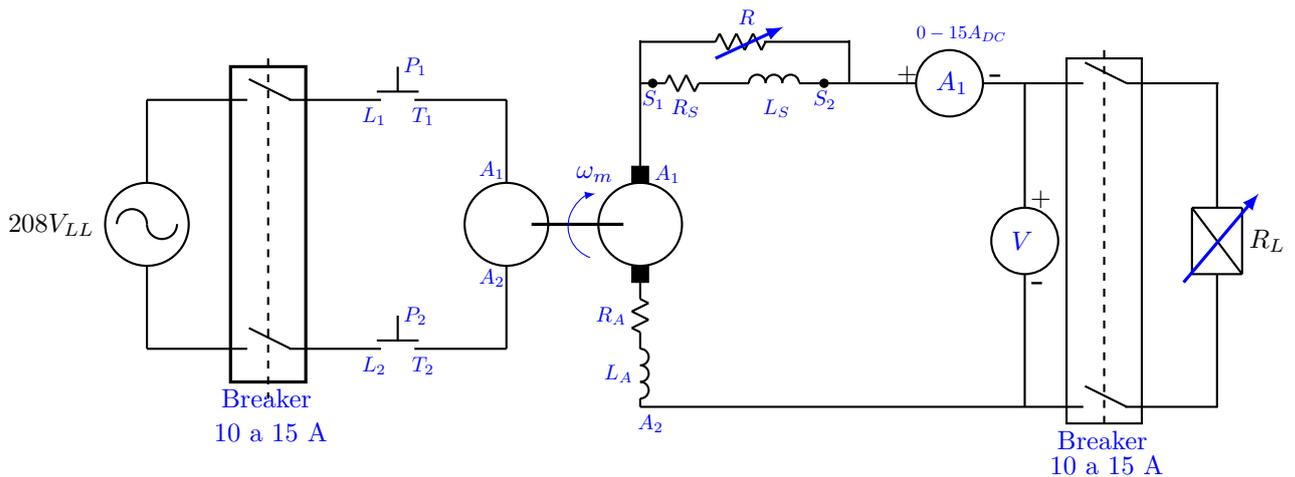

Figura 4: Montaje para la elaboración de la práctica en el grupo 2.
1. Montar en el grupo de potencia la configuración mostrada en la figura 4 sin el divisor del campo serie.
3. Cierre el interruptor de la carga (lado derecho de la figura 4) y posteriormente energice el primo motor del generador cerrando el interruptor del lado izquierdo.
4. Aumentar gradualmente la carga (conectando bombillas) y para cada dos bombillas tomar lecturas de tensión (V) y corriente (A).